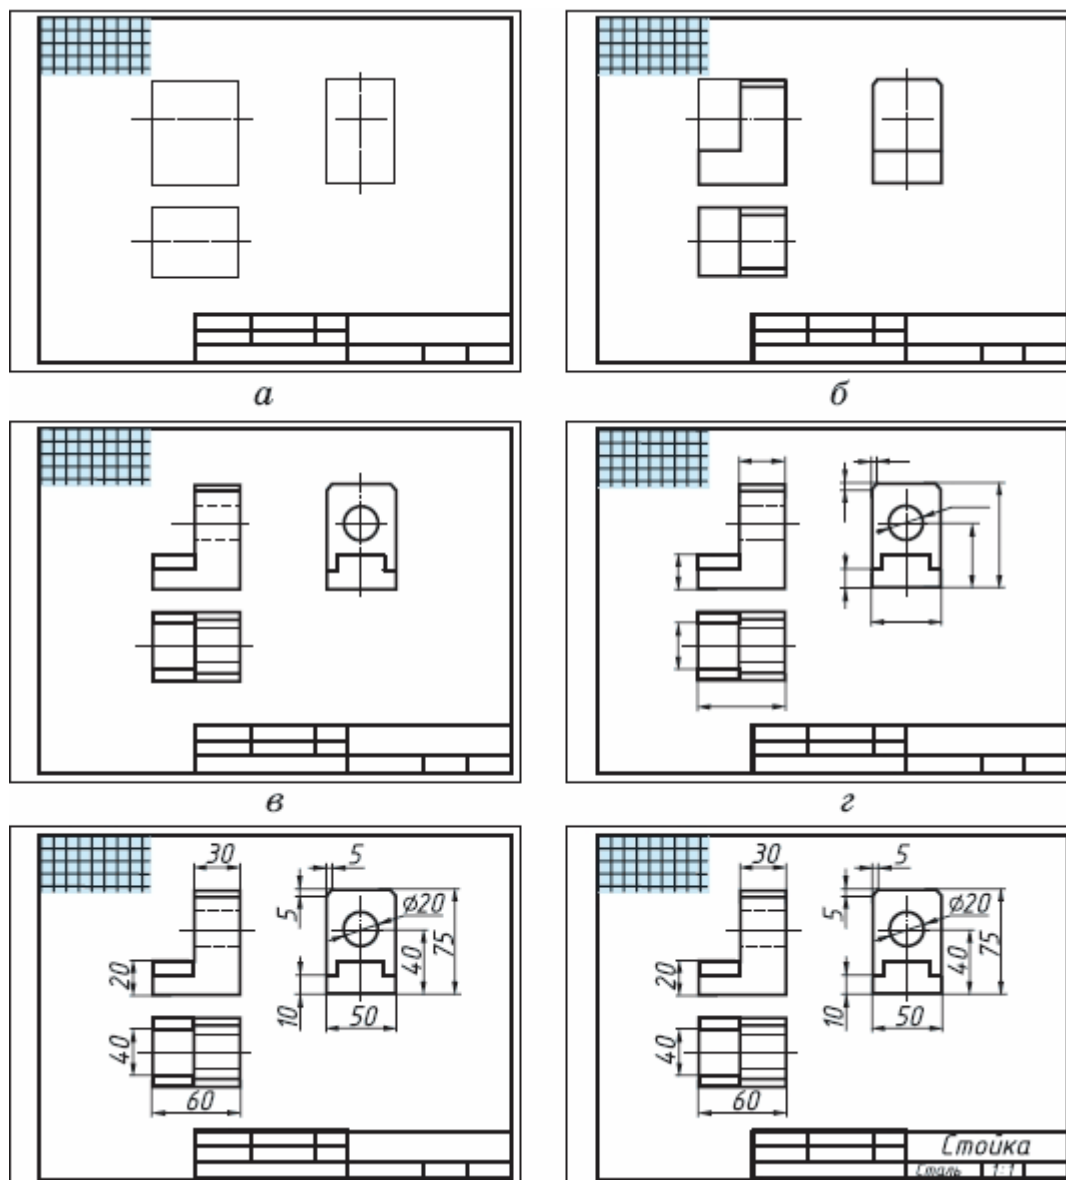

Рисунок 48 - Порядок выполнения эскиза детали
**Ход работы:** Строят изображения детали на эскизе в такой последовательности (рис. 48).
2. Определяют, как лучше разместить изображения на поле чертежа, и вычерчивают тонкими линиями габаритные прямоугольники. При необходимости проводят осевые и центровые линии (рис. 48, а).
3. Наносят на видах внешние (видимые) контуры детали (рис. 48, б).
4. Штриховыми линиями изображают невидимые части и элементы детали (рис. 48, в).
5. Наносят выносные и размерные линии (рис. 48, г).
7. Заполняют основную надпись (рис. 48, е), где указывают название детали, материал, из которого она изготовлена, другие сведения.
9. Выполните аксонометрическую проекцию модели от руки, выбрав начало координат и соблюдая его пропорции, рис.48;